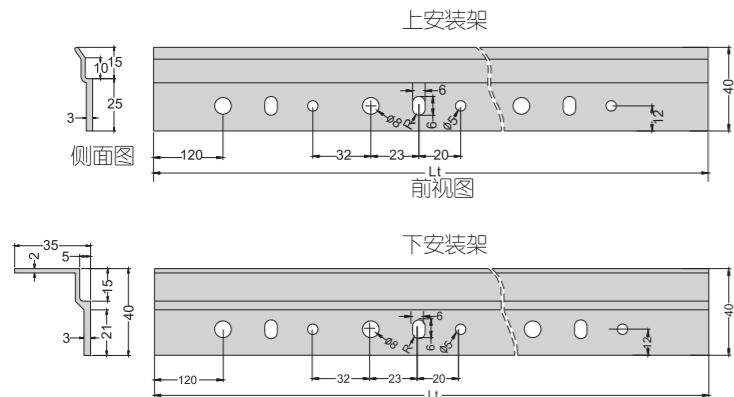

图8
1. 每套银幕配有一套安装架，每个安装架有多组安装孔，每组有3个孔，安装架相关规格尺寸见图8。